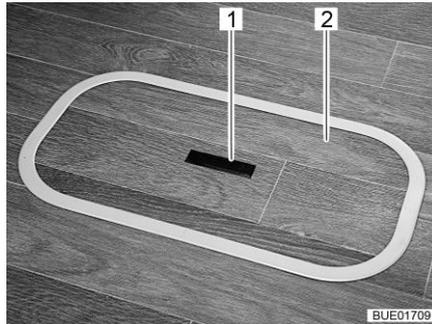
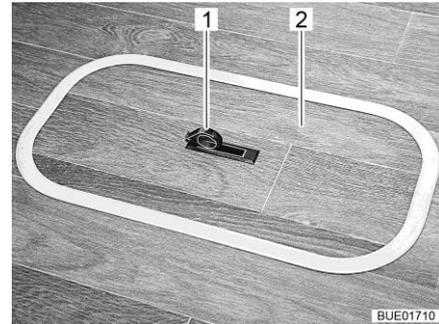

Fig. 50 Cubierta del compartimiento del fondo (tirador hundido)
Fig. 51 Cubierta del compartimiento del fondo (tirador girado hacia fuera)
- Presionar hacia abajo un lado de la placa de agarre (Fig. 50,1). El tirador (Fig. 51,1) girará hacia arriba.
- Quitar la cubierta (Fig. 50,2 ó bien Fig. 51,2) hacia arriba.